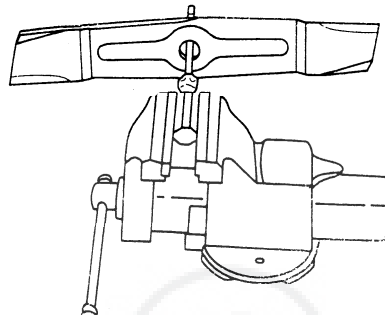

Fig. 22
Voir Fig. 22
1. Fixez un grand tournevis avec axe rond horizontalement dans un étau robuste (voir **Fig. 22**). Si vous n'avez pas d'étau, le tournevis ou un long clou peut également être sécurisé horizontalement par tout autre moyen.
2. Placez le couteau sur le tournevis (voir **Fig. 22**). Un couteau équilibré se positionnera horizontalement.